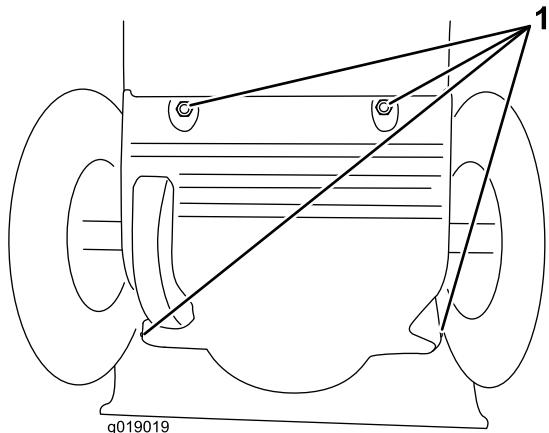

Figura 43
- ## 1. Togliete il carter posteriore (Figura 43).